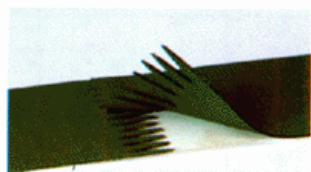

Рис. 1 - МИКРО Z
- **Соединение в замок** (рис. 1–4): обеспечивает максимальную гибкость и одинаковую толщину в зоне стыка.